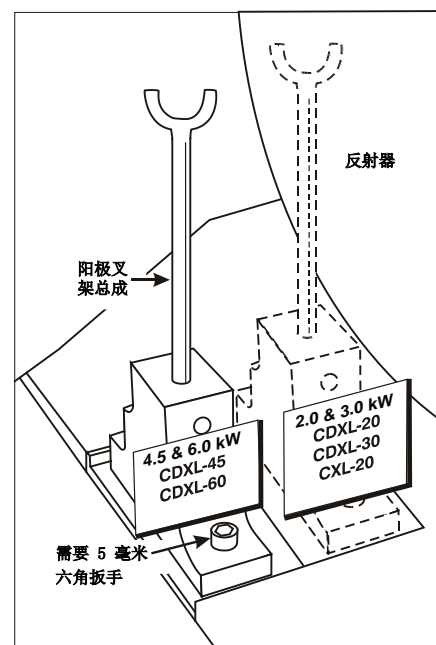

图 2-20 阳极夹位置
2. 根据灯泡类型放置阳极叉架总成。检查阳极叉架总成的位置以确定数字电影放映机中使用的灯泡类型。表 2.2 列出所有 CP4230 可用的灯泡类型以及阳极叉架组件位置。（图 2-20）